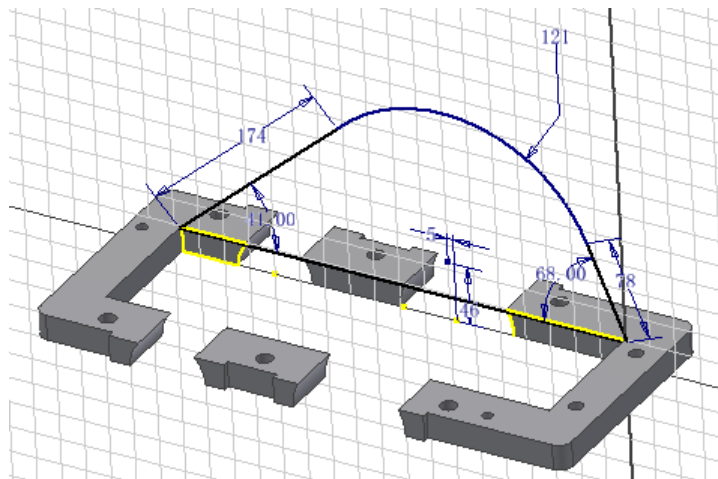

图 9-70 绘制草图图形
①在箱盖零件的长度方向的内侧新建草图，选单击【草图】标签栏【绘图】面板的【直线】工具按钮 ↗ 和【三点圆弧】工具按钮 ⌒ ，绘制如图 9-70 所示的草图几何图形，并选择【尺寸】工具对其进行尺寸标注，并修改其尺寸值如图 9-70 中所示。